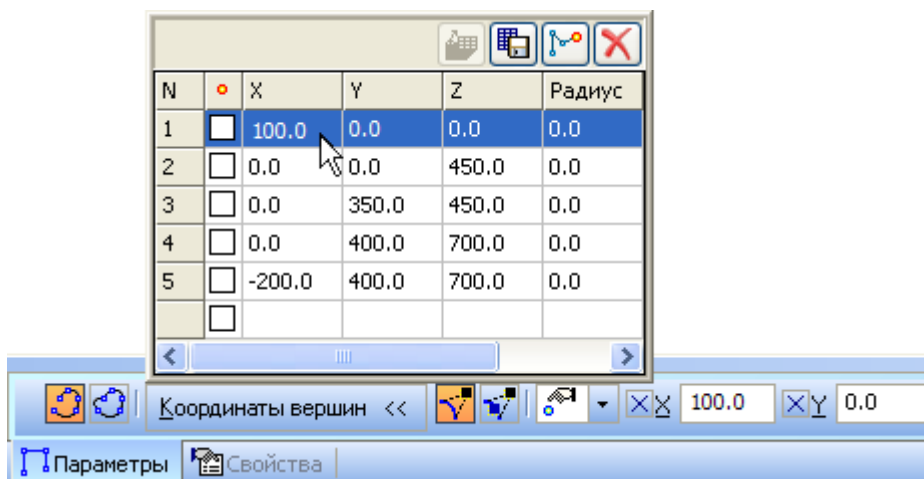

Рисунок 16.
- В поле координаты X вершины №1 введите значение 100 мм (рис. 16).